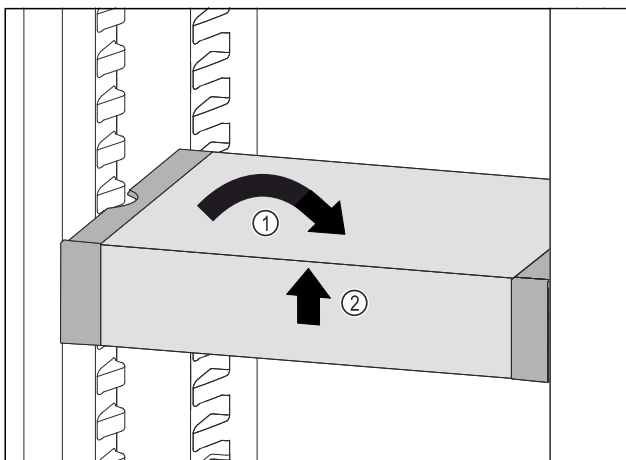

Fig. 64
- ▶ VarioSafe recht zetten. Fig. 64 (1)
- ▶ VarioSafe aan voorkant optillen. Fig. 64 (2)